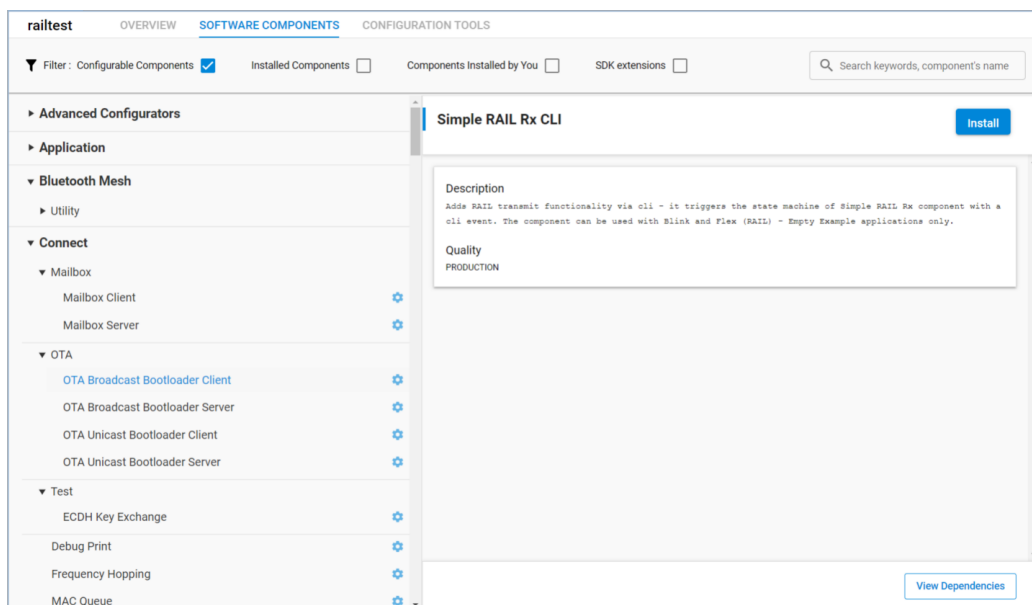

图 29 Software Components 安装
- (1) OVERVIEW：选择目标板和 SDK、工程信息、工程生成器（Project Generators）。
- (2) SOFTWARE COMPONENTS：可以根据需要安装所需的软件组件，如图 29 所示。找到所需的组件后，点击 Install 按钮，自动安装。安装完成后，可以点击 Configure，通过图形化界面进行对安装的软件组件进行配置，也可以点击 View Source，编写源代码进行配置。